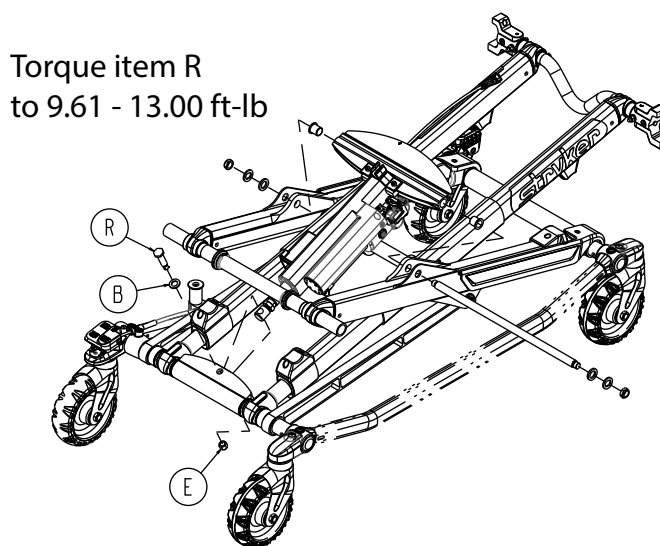

Figure 45 – Composants de l'ensemble de levage
15. À l'aide de clés mixtes de 3/4 po et de 9/16 po, retirer la broche de fixation de la tige (R), la rondelle plate (B) et l'écrou hexagonal Nylock (E) qui fixent le vérin hydraulique à la base (Figure 45). Conserver toutes les pièces.